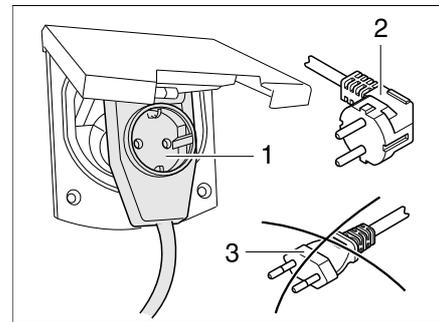

Bild 172 Anschluss an eine Winkelkupplung mit Steckdose
- Bei Verwendung einer CEE 17 Winkelkupplung mit rückseitig eingebauter Steckdose (Bild 172,1) nur einen gummierten und versiegelten IP 44 Stecker mit Schutzkontakt (Bild 172,2) verwenden. Keine Stecker ohne Schutzkontakt (Bild 172,3) verwenden. Gefahr eines Stromschlages!